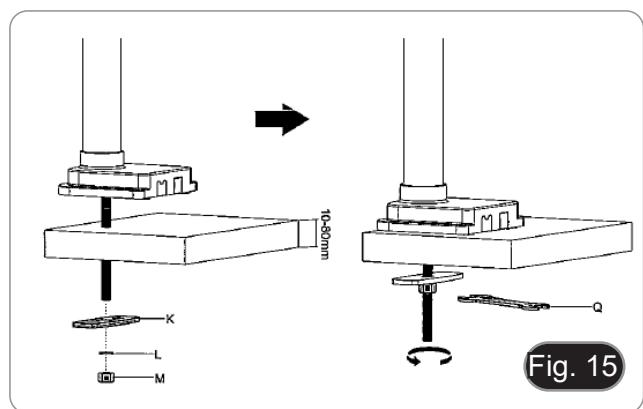

Fig. 15
6. Introducir el tornillo (I) en el orificio de la mesa.
7. Fijarlo con la placa de fijación (K), la arandela (L) y la tuerca (M).
8. Apretar la tuerca con la llave (Q). (Fig. 15)